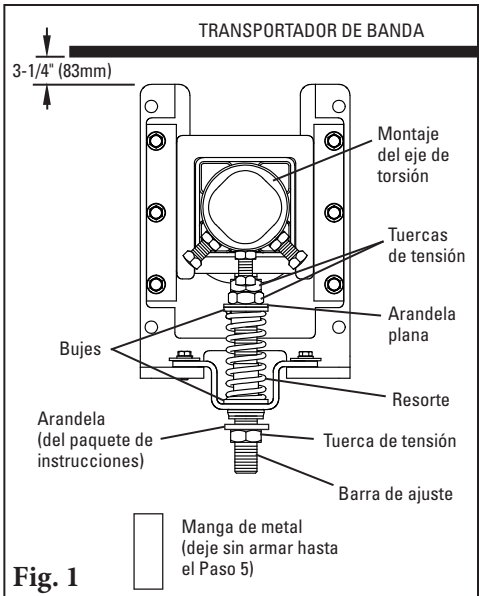

Fig. 1
- Configure de nuevo el tensor estándar al estilo de empuje.** Retire las 3 tuercas de tensión, la arandela plana, los 2 bujes, el resorte, la manga y el soporte de sombrero; arme de nuevo (Fig. 1) con 2 tuercas de tensión, la arandela plana, 2 bujes, el resorte y el soporte de sombrero en el extremo superior de la barra de ajuste. Agregue la arandela (del paquete de instrucciones) y la 3ra tuerca de tensión en la parte inferior de la barra de ajuste.
- Instale las bases de montaje del tensor.** Coloque las bases en la estructura o el chute para que las partes superiores de las patas de la base estén 3-1/4" (83mm) debajo de la banda (Fig. 1).
1. **Kit de guía de desensamblar.** Quite las tuercas y arandelas de ambos lados del tensor (Fig. 1).